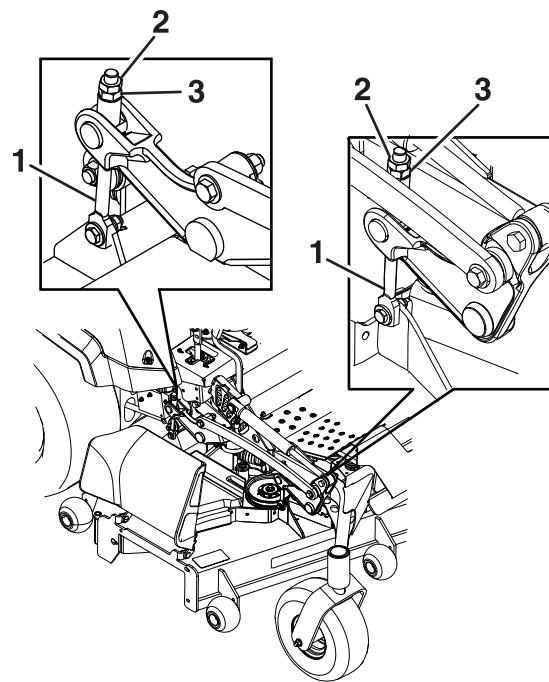

Bild 77
8. Drehen Sie die Einstellmutter am Frontmäherwerkhub, um eine genaue Einstellung zu erreichen (Bild 77).